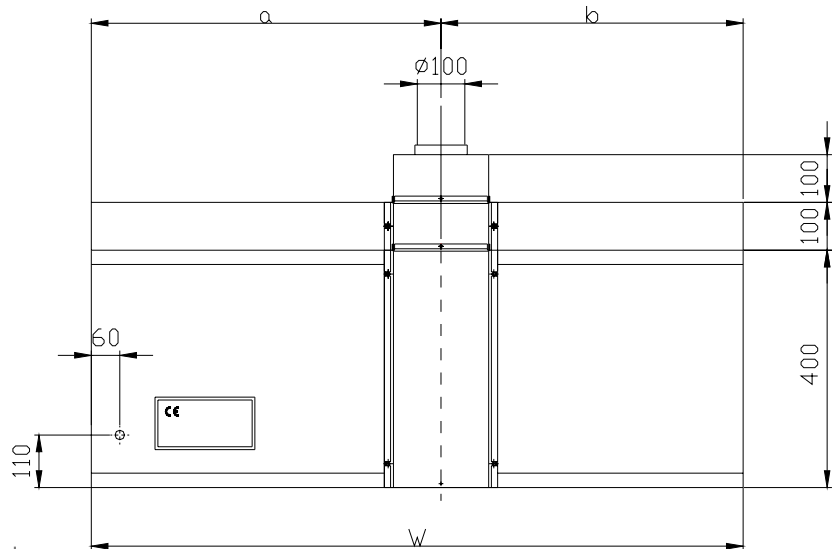

Abb. 5.3. Position des Eintritts des elektrischen Kabels, des Dampfabzugsrohrs und des Geräteschildes.
Die genaue Stellung des Speisekabelaustritts am Gerät wird in der Abb. 5-3 angegeben. Das Speisekabel muss in einen Stecker auslaufen, der an das mit einer passenden Dose und einem magnetothermischen Differenzialschalter ausgestattete, elektrische Einspeisungsfeld angeschlossen werden soll.
- Die Verwendung von langen horizontalen Rohrabschnitten ist zu vermeiden, da Kondenswasseranhaftungen mit möglichem Abtropfen entstehen können. Für die richtige Stellung der Verbindung, die Abbildung 5.3 ansehen.